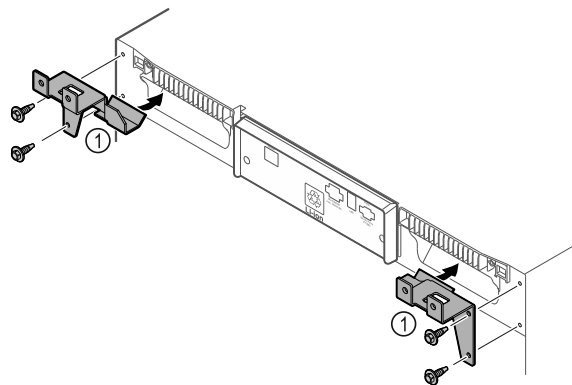

Fig. 9
- ▶ Pritvirtinkite laikančiąsias dalis Fig. 9 (1) pridedamais varžtais prie prietaiso.